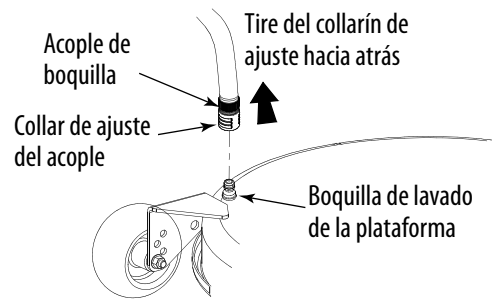

Figura 6-2
- Tire hacia atrás el collarín de ajuste del adaptador del pico y empuje el adaptador hacia el pico de se lava de la plataforma del final de mano izquierda de la plataforma del cortador de césped. Suelte el collarín de ajuste para trabar el adaptador en el pico. Vea la Figura 6-2.